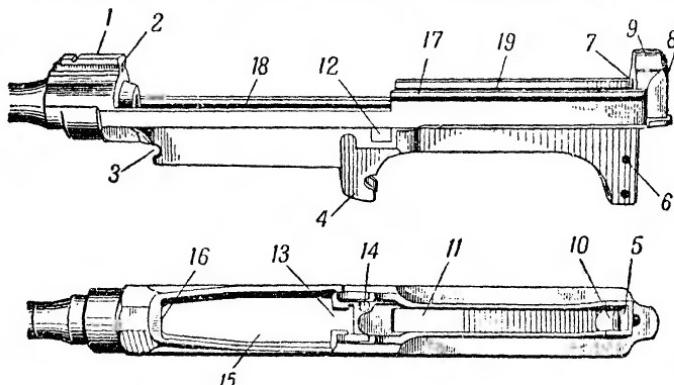

Рис. 15. Ствольная коробка:
**16. Ствольная коробка** (рис. 15) служит для соединения следующих частей винтовки: ствола, затвора, ударно-спускового механизма, магазина, отражателя с остановом, втулки, запора втулки, разобщителя и защелки спусковой скобы. Ствольная коробка со стволов соединена при помощи нарезки. На переднем конце ствольная коробка